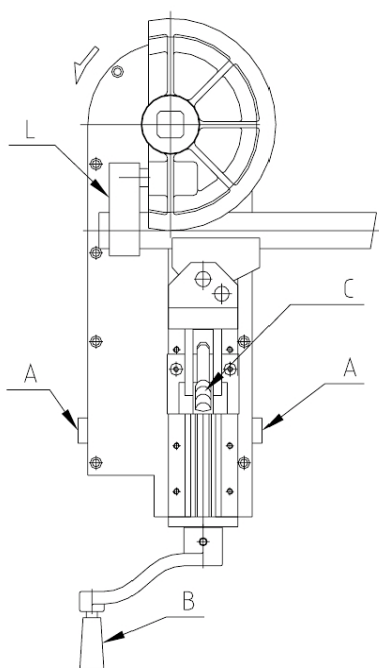

Fig. 24: De buis insteken
- Duw de hendel C (fig. 24) naar voren.
- Breng de contramal dicht bij de mal door aan de handslinger B te draaien (fig. 24). Voer de handeling uit tot er alleen nog een opening is om de te buigen buis in te steken.
- Plaats de buis in de buisgeleidingszone van de borgring L (fig. 24) en in de malkegel zoals afgebeeld.
- Druk tegelijkertijd op de twee handen startknoppen A (fig. 24) tot het einde van de buigcyclus. Door de twee handen startknoppen enkele seconden ingedrukt te houden, keert de machine automatisch terug naar vlak vóór de uitgangspositie.
- Maak de gebogen buis los. Zet vervolgens de contramal met behulp van hendel C weer in de uitgangspositie (fig. 24).